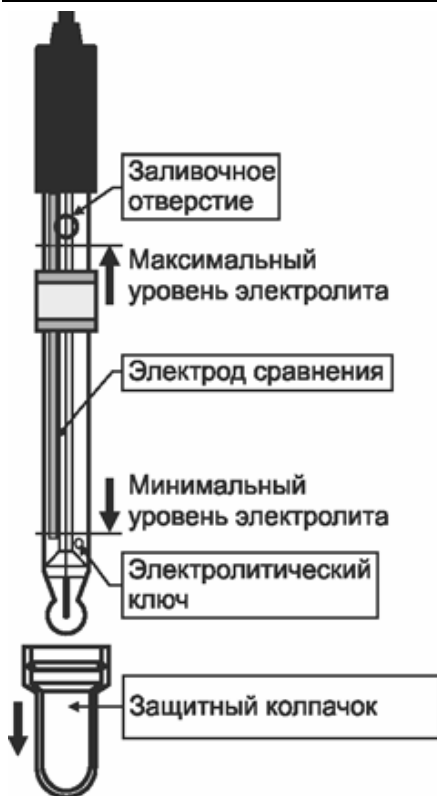
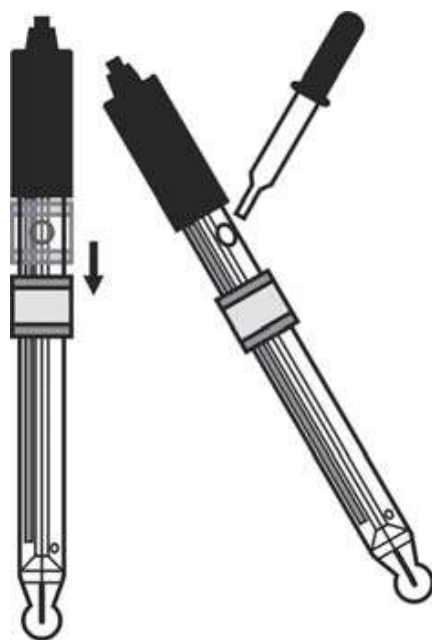

Рис. 1
Рис. 2
4.3 Проверить уровень электролита в электроде, он должен находиться в пределах, показанных на рис. 1. При необходимости в электрод следует долить раствор  $\text{KCl}$  с концентрацией 3 моль/дм3. Для этого нужно сдвинуть вниз защитный пояс, закрывающий заливочное отверстие и заполнить электрод электролитом до уровня заливочного отверстия (рис. 2).
**5.3** Уровень электролита в электроде должен поддерживаться в пределах показанных на рис. 1. При необходимости электролит следует доливать в электрод через заливочное отверстие.